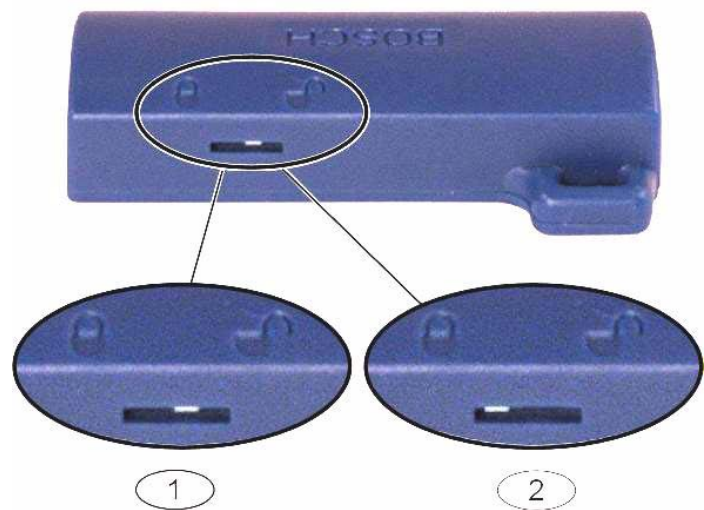

Figura 4.2 Posições de Bloqueio da Chave de Programação
- Coloque o interruptor de bloqueio da chave na posição pretendida. Consulte a *Figura 4.2*.